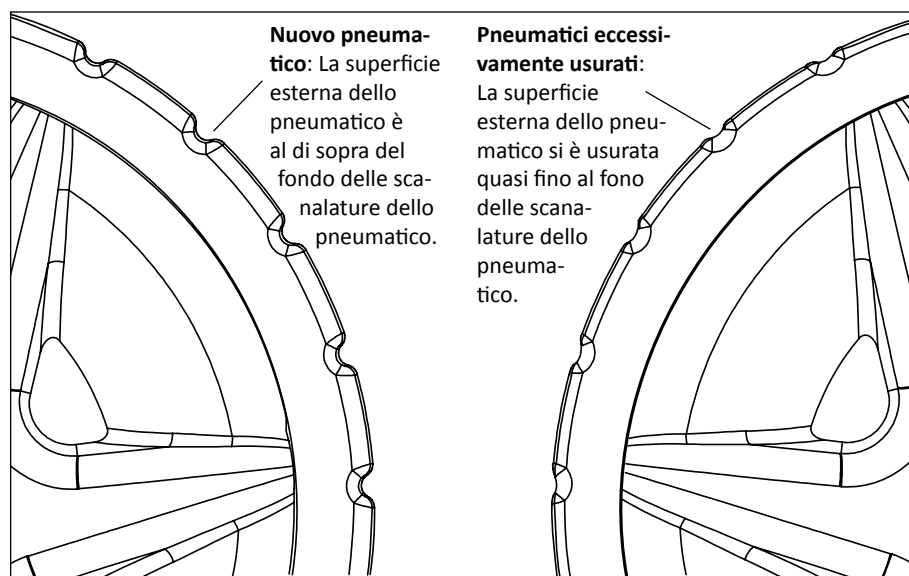

Figura 14: Confronto usura pneumatici
- Gli pneumatici non siano eccessivamente usurati. Vedi **figura 14** alla pagina successiva.
Dopo un utilizzo prolungato potrebbe essere necessario sostituire le ruote in gomma dei pulitori per piscine lato aspirazione 'LIL REBEL®. Quando la superficie degli pneumatici si è usurata nelle scanalature dello pneumatico, è necessaria una sostituzione. Vedere figura 14.